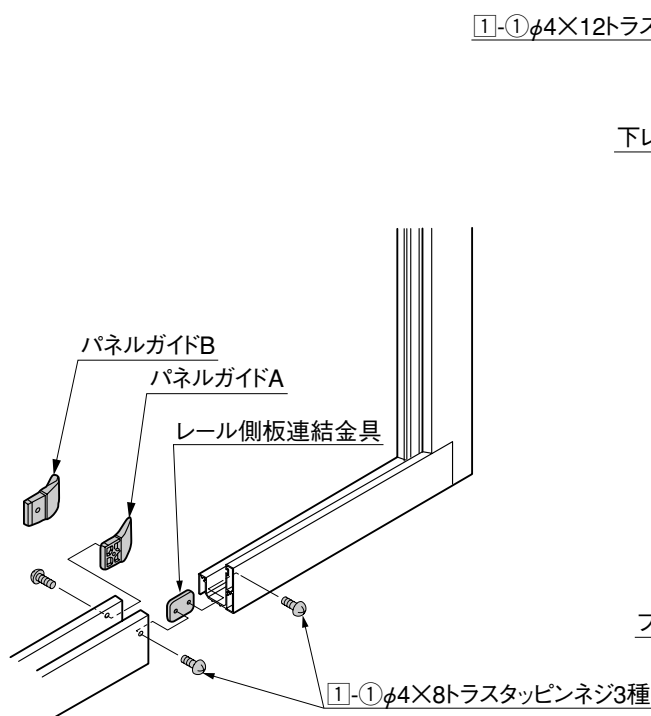

図6-4
- 7尺、9尺タイプは妻梁下レール、4尺タイプは桁下レールの下戸袋レール側にパネルガイドAを取付けてください。(図6-4参照)
- 内収納で床板2段貼り仕様の場合は、パネルガイドBを取付けてください。(図6-4参照)
- 埋込み仕様は内収納、外収納共にパネルガイドBを取付けてください。(図6-4参照)